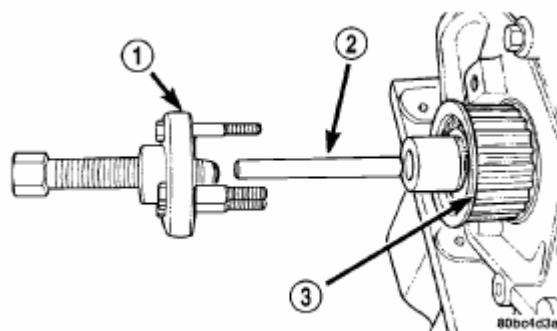

Рис. 104. Звездочка коленчатого вала – снятие.
- (1) Отсоединить минусовой провод АКБ.
- (2) Снять ремень ГРМ.
- (3) При помощи спец.приспособления 6793 и вставки С-4685-С2 снять звездочку коленчатого вала (Рис.104).